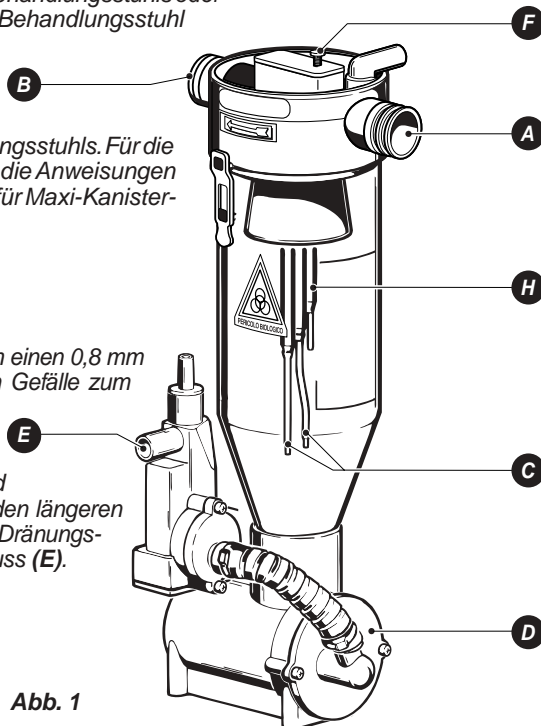

Abb. 1
Montage (Abb. 1)
Betrieb (Abb. 1)
Die abgesaugte Flüssigkeit wird durch einen 0,8 mm Filter gefiltert und mit einem leichten Gefälle zum Mini-Abscheider (Abb. 1, Det. A) geführt. (Durch ein leichtes Gefälle am Eingang ist der sichere Betrieb gewährleistet). Die Luft tritt aus dem Auslass (B) und sobald der Flüssigkeitsstand die beiden längeren Sonden erreicht (C), befördert die Dränungspumpe (D) die Flüssigkeit zum Ausfluss (E).